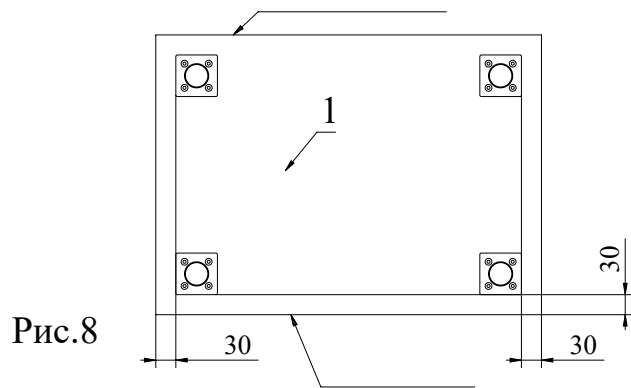

Рис.8
7. Установите детали 4, 5, 6 на деталь 3 и затяните головки минификсов конфирматным ключом по часовой стрелке до упора (Рис. 8).
11. Прикрутите при помощи шурупов 3,5х16 опоры к детали 1 (Рис. 8).